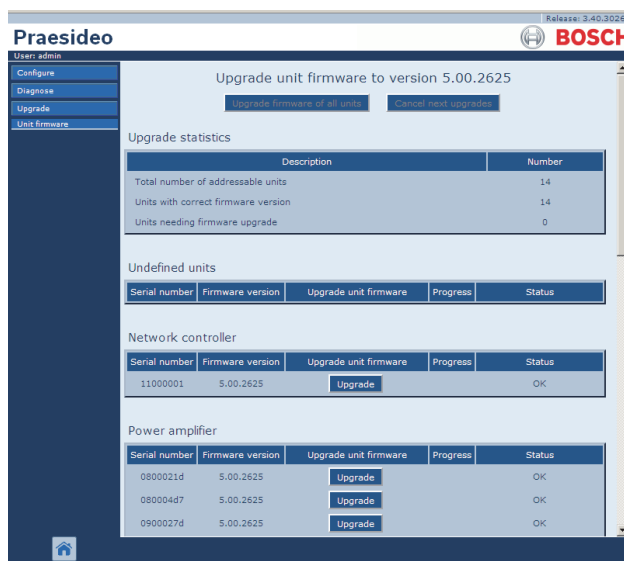

figure 37.9: Page Upgrade unit firmware
- 6 Cliquez sur le bouton *Upgrade unit firmware* dans la barre de navigation pour ouvrir le menu *Upgrade unit firmware*. Un écran semblable à celui illustré à la figure 37.9 s'affiche. Le titre de la page indique le numéro de version du microprogramme requis par le système. Le numéro de version du microprogramme en cours d'exécution est indiqué dans la zone *Firmware version*.